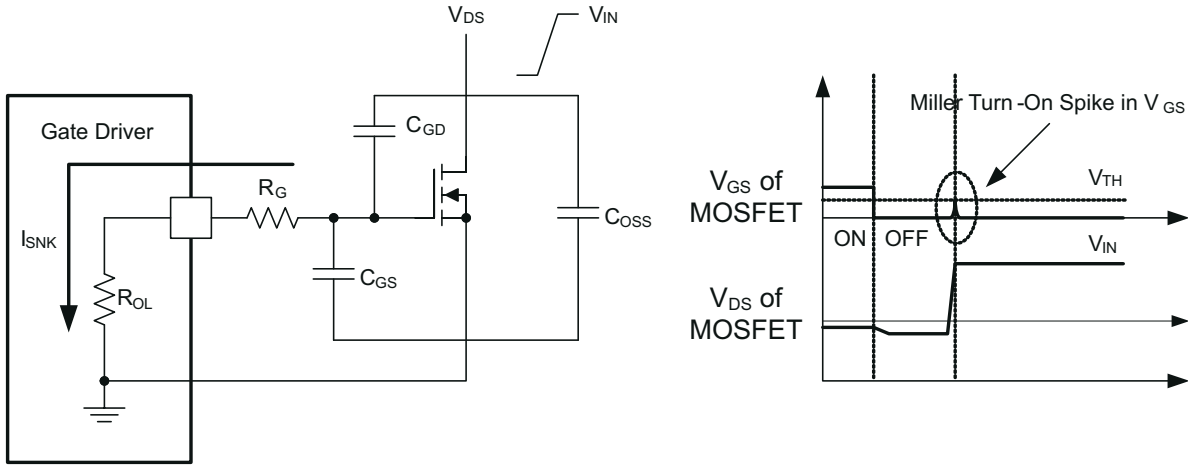

图 6-5. UCC27614-Q1 中的低下拉阻抗 (输出级可减轻米勒导通效应)
需要关注米勒导通效应问题的一个示例是同步整流 (SR)。在 SR 应用中，当 MOSFET 已经由栅极驱动器保持在关闭状态时，MOSFET 漏极上会发生 dV/dt。在该高 dV/dt 由驱动器的下拉级进行分流期间，电流会使 C_{GD} 米勒电容放电。如果下拉阻抗不够低，那么电压尖峰可能会导致 MOSFET 的 V_{GS} ，从而导致杂散导通。图 6-5 中展示了该现象。